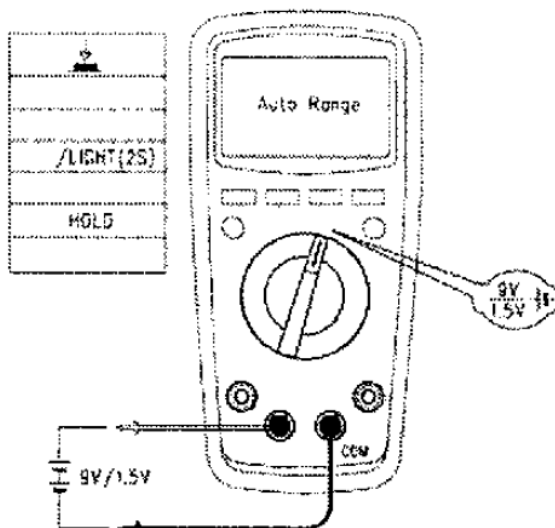

Fig. 13
10. MASURARE BATERII (doar pentru UT139A) (fig.13)